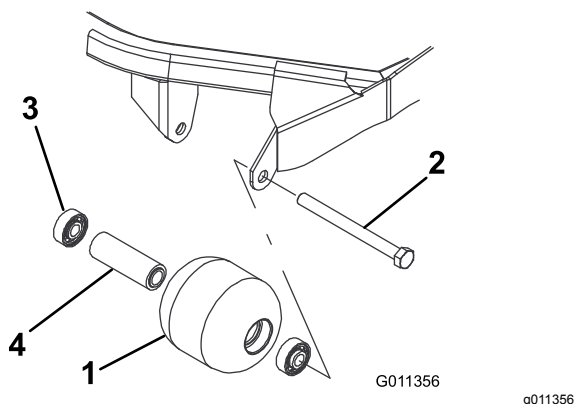

図 62
1. ローラ取り付けボルトを外す 図 62。
4. ローラハウジング、ベアリング、ベアリングスペーサに破損がないか点検する 図 62。破損している部品を交換し、組み立てを行う。
1. 第一のベアリングをローラハウジングに押し込む 図 62。アウターレースのみを押すか、インナーレースとアウターレースを均等に押すかする。
2. スペーサを入れる 図 62。
3. 第二のベアリングをローラハウジングに入れる 図 62 このときは、インナーレースがスペーサに接触するまで、インナーレースとアウターレースを均等に押す。